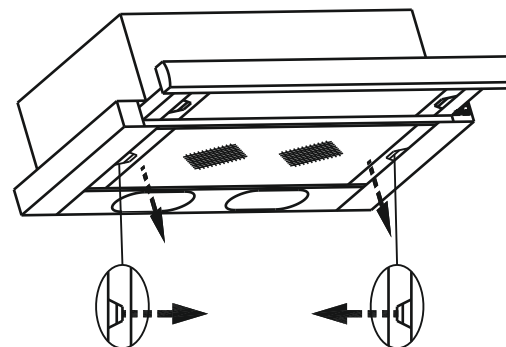

РИС. 6
8.4 Для очистки алюминиевого фильтра извлеките его из зонта (рис. 6) и произведите его очистку с помощью щетки водным раствором нейтрального мощного средства вручную или в посудомоечной машине (при 60°C). Сильно загрязненный фильтр не следует мыть в посудомоечной машине.
- снимите алюминиевый фильтр (рис. 6);
- снимите алюминиевый фильтр, для этого нажмите на пружинный замок на фильтре и потяните его вниз и на себя (рис. 6);